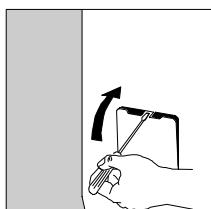
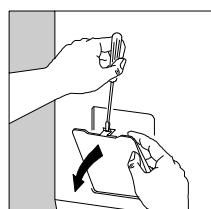

fig.1
fig.2
- Abrir la trampilla con un destornillador como se muestra en la ilustración. (fig.1 - fig.2).